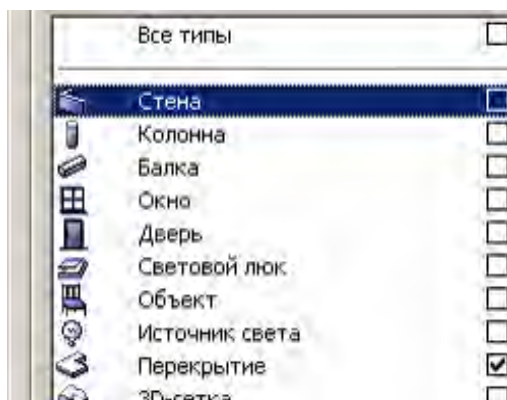

Рис. 95
6. В списке **Типы элементов** в 3D-окне снимите галочку в поле **Все типы** (рис. 95).
7. Поставьте галочку в поле **Перекрытие**. Мы хотим, чтобы в 3D-окне были представлены только перекрытия (рис. 95).